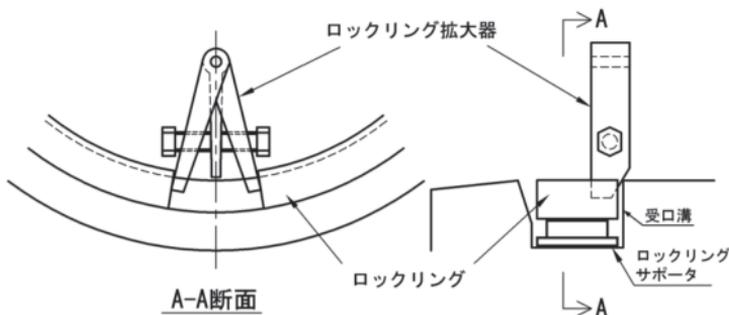

図 16 ロックリング分割部の拡大
- 4) ロックリングが全周にわたって受口溝内にほぼ納まるまで分割部を拡大する。図 16 に示す通り、分割部の拡大は拡大器を用いて行う。